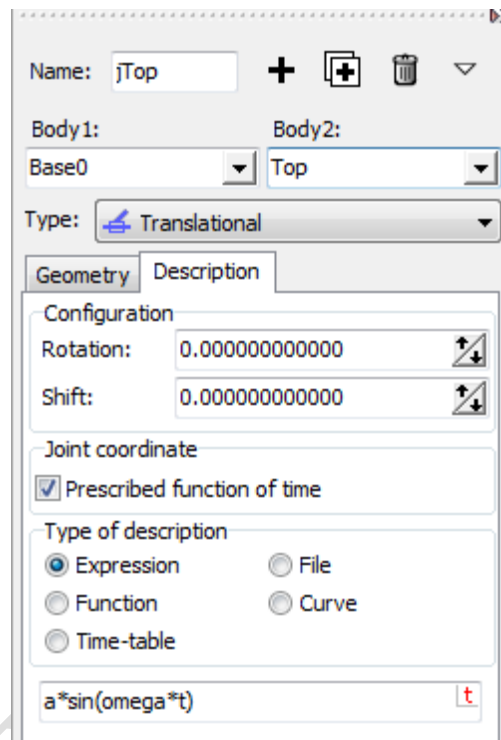

图 2.9 定义时间函数驱动
6. 设置函数类型 (**Type of description**) 为表达式 **Expression**，然后输入  $a*\sin(\omega*t)$ ，如图 2.9 所示，并回车。